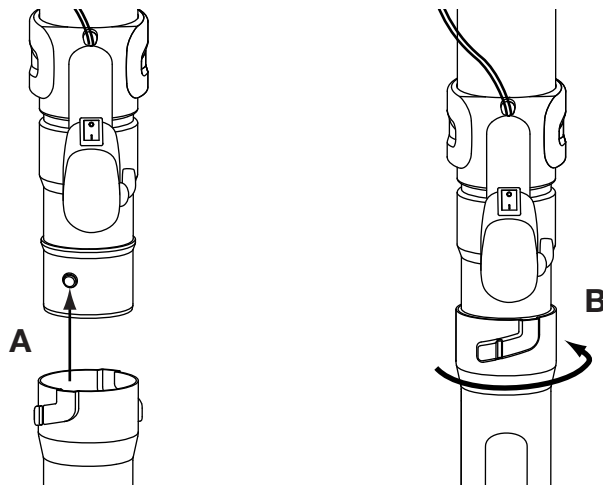

Fig. 3
1. Alinee la ranura de tope en el extremo del tubo inferior de la sopladora con el tope en el extremo inferior del tubo superior de la sopladora (Fig. 3, A).
2. Inserte el tope del tubo superior de la sopladora en la ranura de tope de la tubo inferior de la sopladora (Fig. 3, A).
3. Haga girar el tubo inferior de la sopladora en el sentido de las agujas del reloj alrededor del tubo superior de la sopladora hasta que el tope del tubo superior de la sopladora caiga en su lugar (Fig. 3, B).